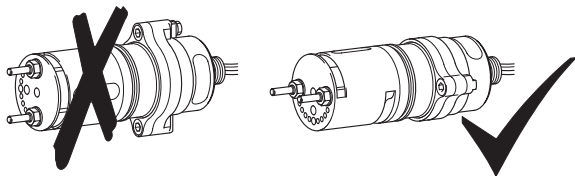

Figura 17. Orientación de cuerpo Optima
En el caso de las entradas M25, inserte la junta (n.º ref. 1226-0410) en la abertura del cable o conducto correcta y, a continuación, rosque la tuerca de seguridad (n.º ref. 1226-0409) en la unidad Optima hasta el tope de las roscas. Rosque el cuerpo de la unidad Optima en el XNX hasta que la junta se comprima o se llegue al tope de la unidad Optima Gire en sentido contrario hasta que el patrón semicircular de agujeros de la parte frontal de la protección de intemperie se encuentre en la parte inferior (figura 17) y a continuación apriete la tuerca de seguridad en el cuerpo del XNX.